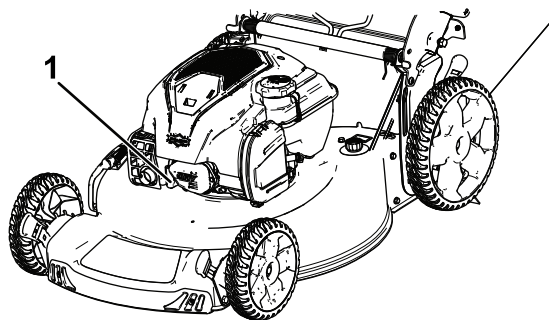

Figura 24
2. Desligue o fio da vela da ignição da vela da ignição (Figura 24).